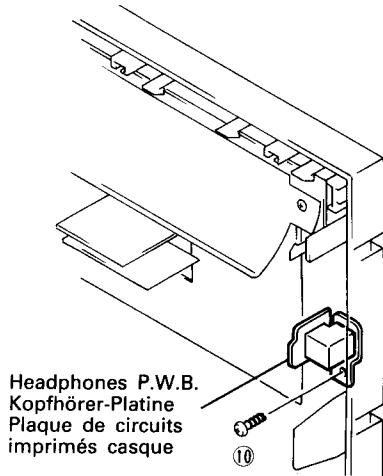

Fig. 6 Abb. 6
6. **Kopfhörer-Platine (Abb. 6)**
6. Plaque de circuits imprimés casque (Fig. 6)